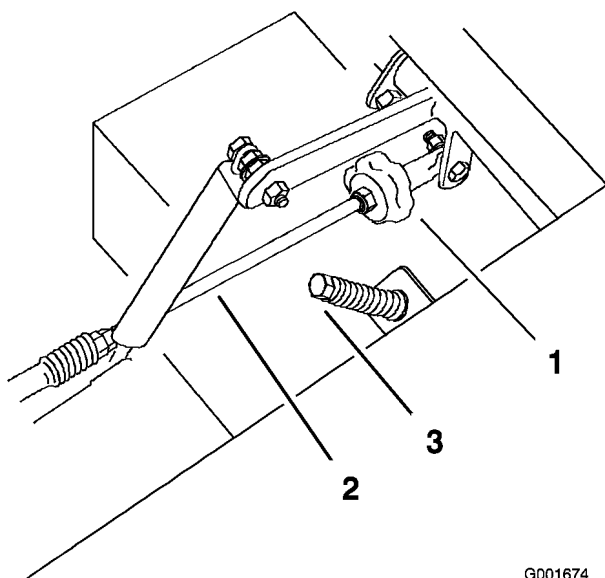

Figure 54
- Réglez la longueur de la tige de pompe en tournant le bouton dans le sens voulu, jusqu'à ce que la roue soit immobilisée ou tourne légèrement en marche arrière (Figure 54).